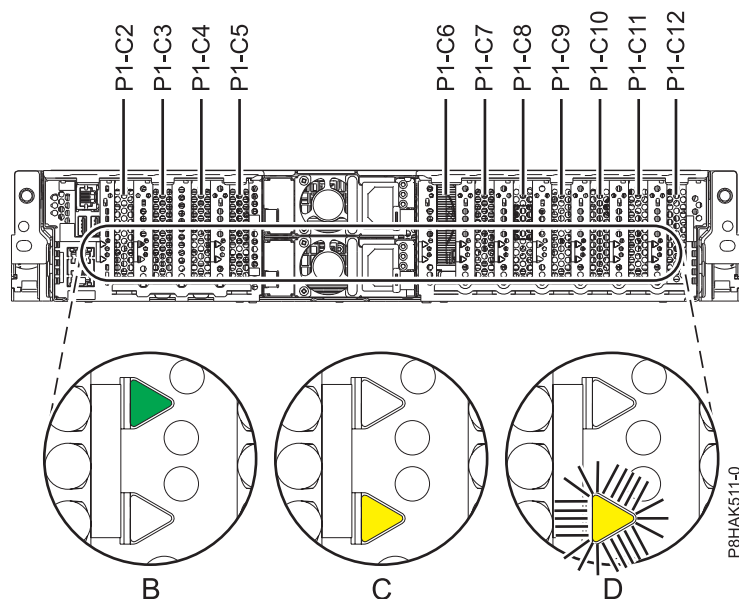

図 19. 5148-21L、5148-22L、 8247-21L、8247-22L、8284-21A、または 8284-22A システムの PCIe アダプター・スロットの位置および LED の位置
障害が発生したPCIe アダプターを保守する場合は、障害が発生したPCIe アダプターの、明滅しているオレンジ色の LED (障害が発生した部品を識別するステップで、明滅するよう設定したもの) を見つけます。 LED の状態については、図 19 を参照してください。図 19 の (D) に示されているように、障害のある PCIe アダプターのオレンジ色の LED は明滅になっていることに注意してください。
重要: PCIe アダプターが正常に作動している場合、図 19 の (B) に示されているように、活動 LED はオン (緑色) でオレンジ色のエラー LED はオフです。動作中のPCIe アダプターを取り外そうとしてはなりません。